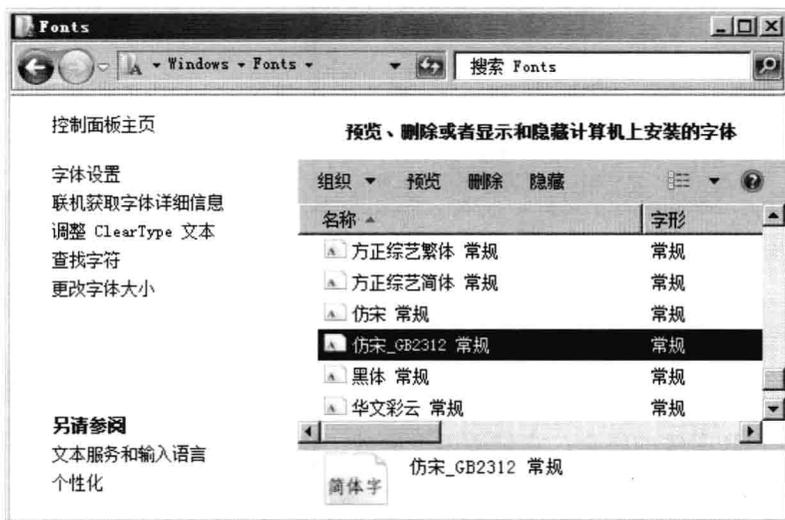
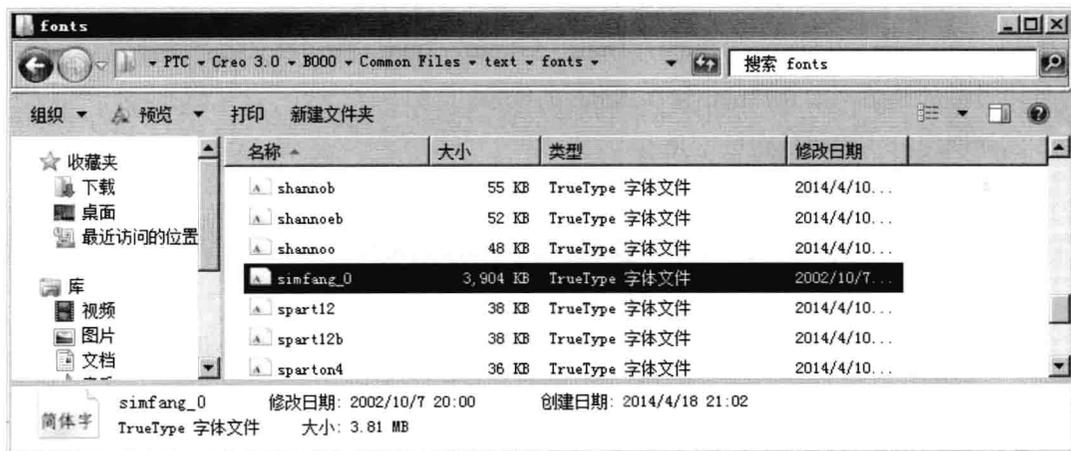

图 1.3.1 Windows 字体库中的字体
图 1.3.2 Creo 3.0 中的字体目录
Step2. 找到图 1.3.1 所示的仿宋体 (TrueType) 字体，其文件名为“仿宋_GB2312 常规”。将其复制到 Creo 3.0 的系统字体目录 (假设用户的 Creo 3.0 安装在 C 盘下，则目录路径为 C:\Program Files\PTC\Creo 3.0\B000\Common Files\text\fonts) 下，如图 1.3.2 所示。